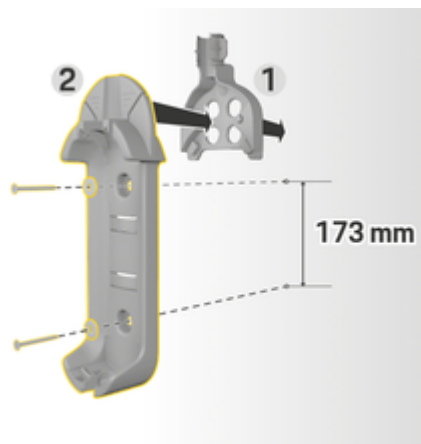

Fig. 62: Dimensões de perfuração
3. Pressione o suporte básico para parede **2** (Fig. 62) na passagem do cabo **1** (Fig. 62) pela parte da frente.